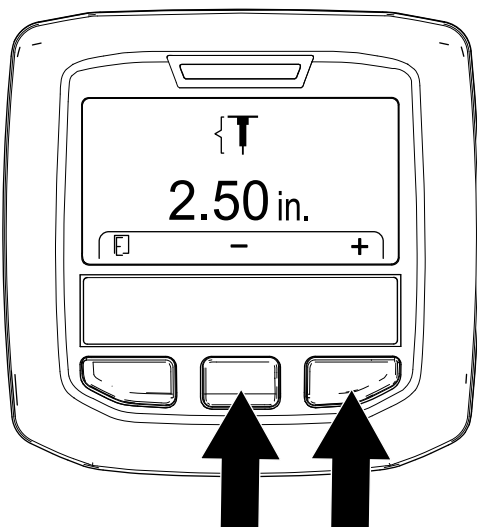

Figura 53
5. Reglați adâncimea dintelui (Figura 53) după cum urmează: